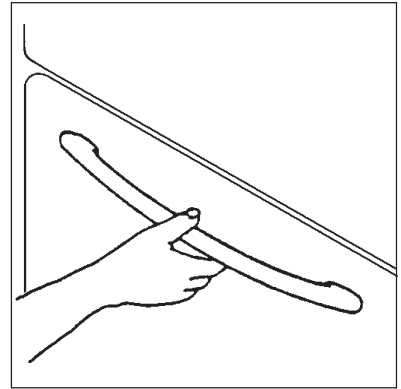

Fig. 8
**Pour ouvrir la porte du four, empoignez toujours la poignée au centre (voir figure 8).**